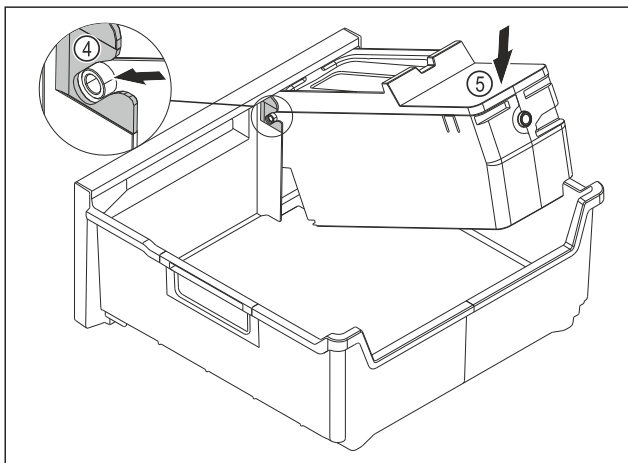

Fig. 149
- ▶ Montáž korpusu EasyTwist-Ice: Osi korpusu EasyTwist-Ice zasuňte do vedení Fig. 149 (4).
- ▶ Zatlačte korpus EasyTwist-Ice Fig. 149 (5) zozadu smerom nadol.